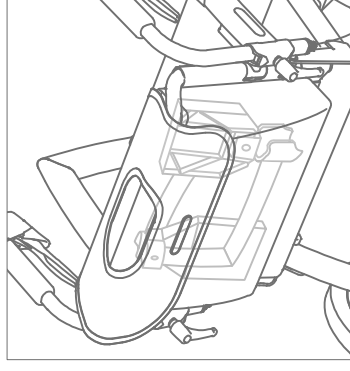

Figura 48: Almacenamiento de los reposapiés
a. Quita los reposapiés. Deje que se deslicen hacia arriba hasta que salgan de los soportes de los pies. Guárdelos en la bolsa del paquete de la silla de ruedas, reflejados en relación con cada uno de ellos (**Figura 48**).